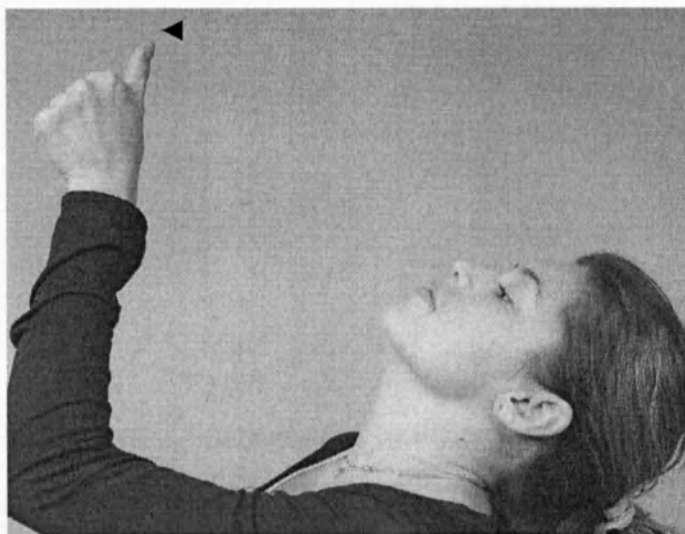

Рисунок 4 –Установка взгляда пациента
6.3.4 Установите и фиксируйте взгляд пациента с помощью тест-объекта (например, палец руки пациента или предмет обстановки) так, чтобы направление взгляда было примерно под углом 45° (рисунок 4). Для этого, в зависимости от анатомических особенностей пациента, корректируйте положение глазного яблока в небольших пределах.